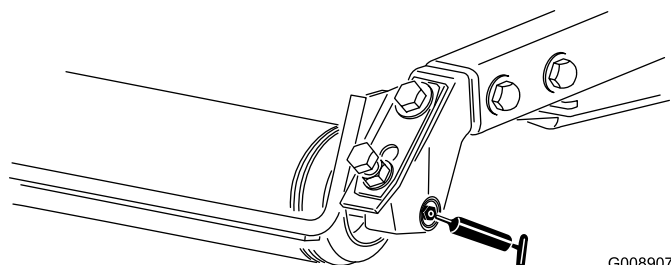

Figure 36
- Roulements de rouleau arrière (2 par plateau de coupe) (Figure 36)